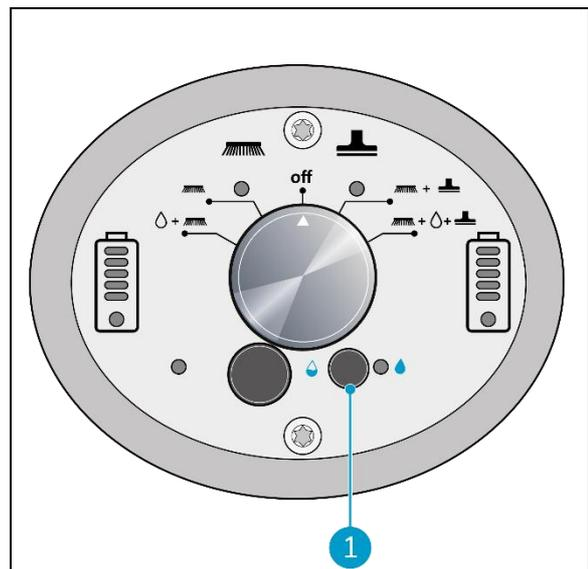

Figure 18
1. Activez le mode ECO en appuyant sur le bouton ECO (Figure 18, pos 1).